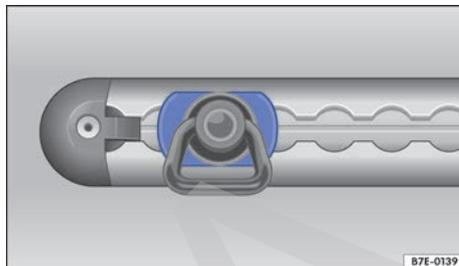

Fig. 89 Representación esquemática: rail de amarre con argolla de amarre.
- Asegúrese de que la argolla haya encastrado correctamente. Los lados de la argolla se tienen que encontrar en posición horizontal → fig. 89.